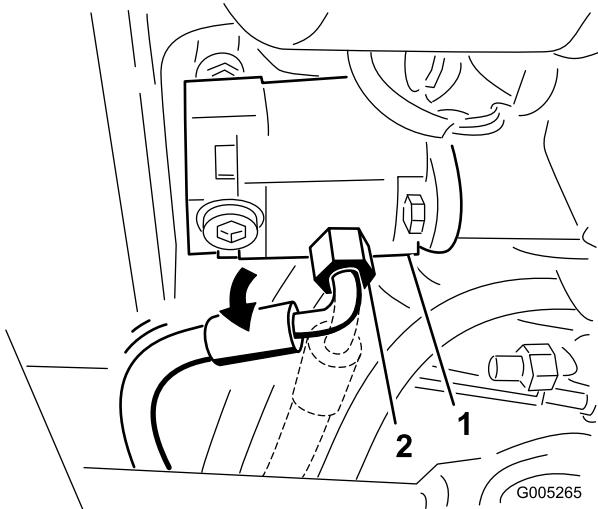

Рисунок 84
37. Ослабьте штуцер напорного шланга на насосе и поверните штуцер на 45 градусов в сторону задней части машины (Рисунок 84).
Примечание: Рисунок 84 показан со стороны нижней части тягового блока.